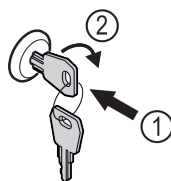

Fig. 180
- Вставьте ключ. Fig. 180 (1)
- Поверните ключ на 90° по часовой стрелке. Fig. 180 (2)